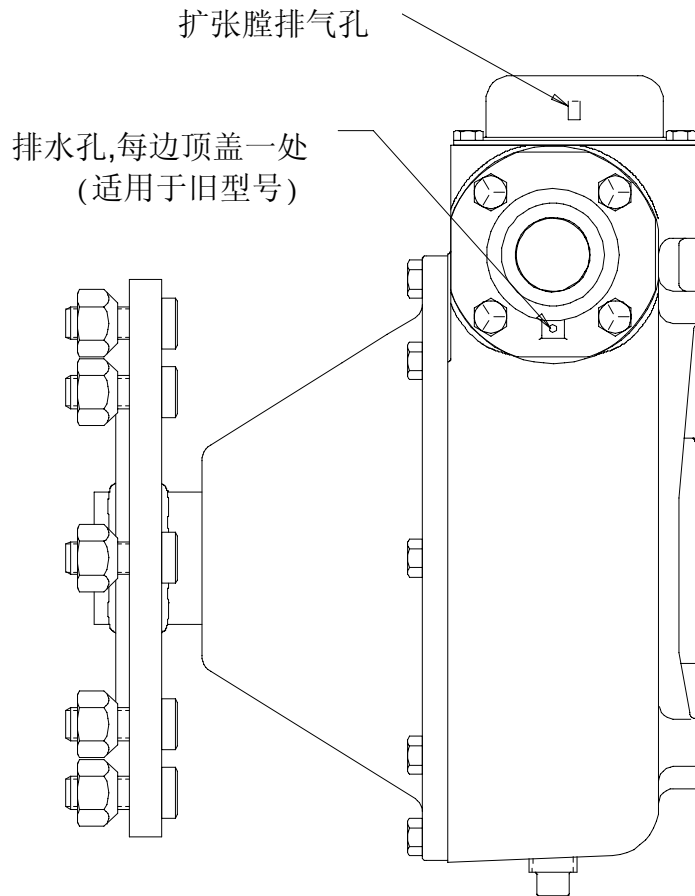

图: FD 1
3. 位于2个输入盖的轴封排水口必须维持没有尘土(在720的早期型号和在1996 10月以前出产的725装置)。使用12口径金属线、钉子或穿孔机来清理此洞口。用此工具轻微的转动来松开以及清除尘土。注意: 不可以损坏此轴箱及开口边缘。见图FD-1。
3. 在传动轮轴驱动箱上输入轴的排出孔应该保持清洁及畅通,见图FD-1。